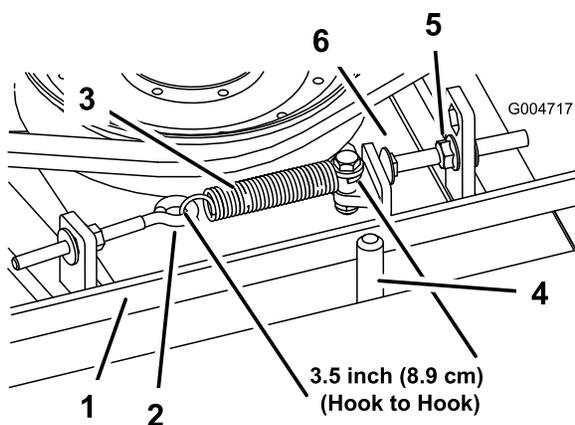

Figura 69
Quando a tensão estiver correta, a medida interior da mola de extensão (gancho a gancho) deverá ser de cerca de 8,9 cm \pm 0,63 cm. Logo que se obtenha a tensão correta da mola, ajuste o pino de fecho (parafuso da carroçaria) até haver uma folga aproximada de 0,32 cm \pm 0,152/0,000 cm entre a cabeça do parafuso e o braço intermédio (Figura 69).
Nota: Certifique-se de que a correia está colocada no lado da mola do guia da correia (Figura 69).
2. Desaperte o parafuso com olhal permitindo a remoção da mola de extensão (Figura 69).
3. Desaperte a porca flangeada que fixa o pino de fecho na patilha de montagem. Puxa a porca ligeiramente para trás para permitir que o braço intermédio passe pelo pino de fecho (Figura 69). Retire a polia intermédia da correia para aliviar a tensão da correia.
8. Volte a ligar a mola de extensão (Figura 69) ao parafuso de olhal e aplique a tensão na correia como se segue: